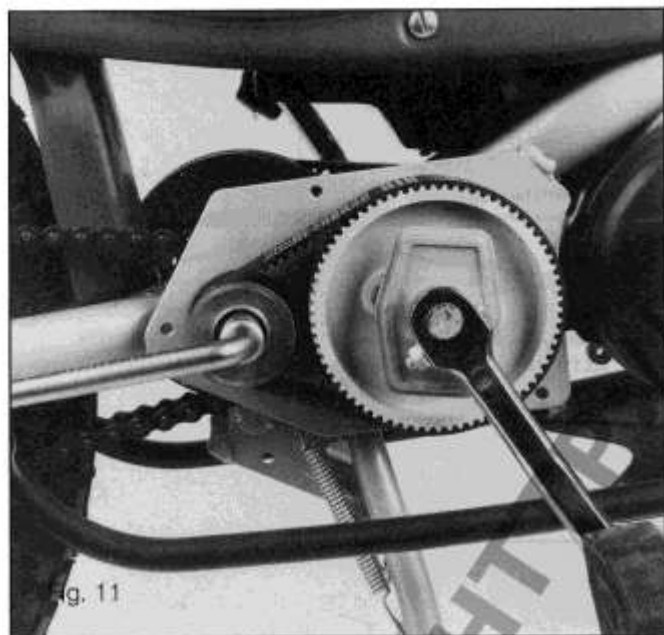

Fig. 11
- Dévisser l'écrou de la petite poulie crantée, clé à pipe de 13 (*figure 11*).